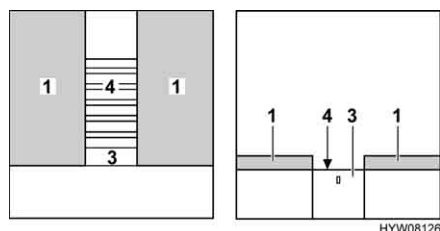

Fig. 116 Pendant la transformation
- Quand l'extension (Fig. 116,3) possède un verrouillage : Passer la main derrière le cache et la déverrouiller.
- Sortir entièrement le sommier à lattes (Fig. 116,4) on la rallonge avec extension.